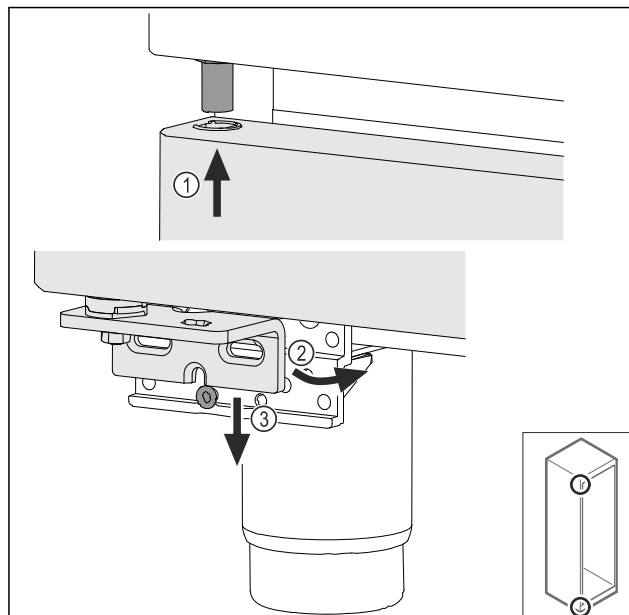

Fig. 33
- Rahlo nagnjena vrata vstavite zgoraj Fig. 33 (1), poravnajte vrata Fig. 33 (2) in jih spodaj postavite na vijak ležajnega podstavka Fig. 33 (3).